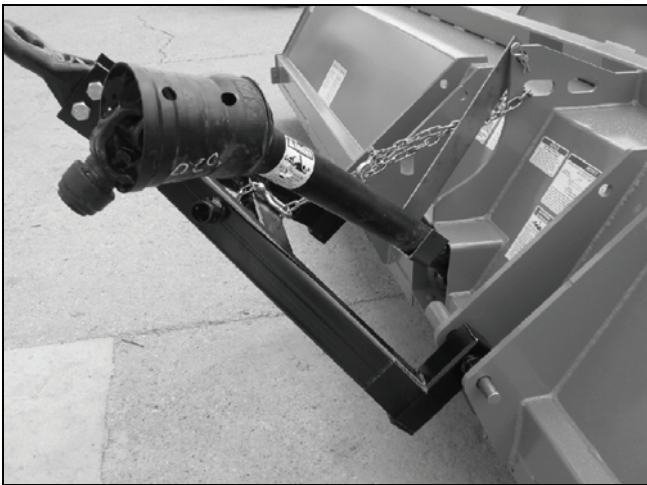

Figura 24. Barra de tração e TDP na posição de transporte
2. Desconecte a mangueira hidráulica, o acionamento da TDP e o pino da barra de tração. Fixe as mangueiras e o acionamento da TDP para transporte. Levante a barra de tração e gire-a para dentro da posição no corpo do triturador conforme mostrado na Figura 24.